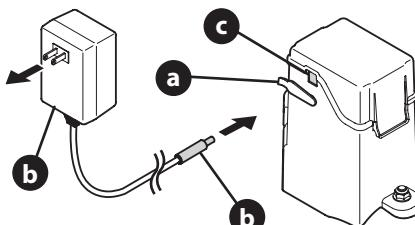

Figure 44
- Soulevez le loquet du port de recharge (a) et branchez le connecteur mâle du chargeur (b) dans la prise (c). Voir Figure 44.